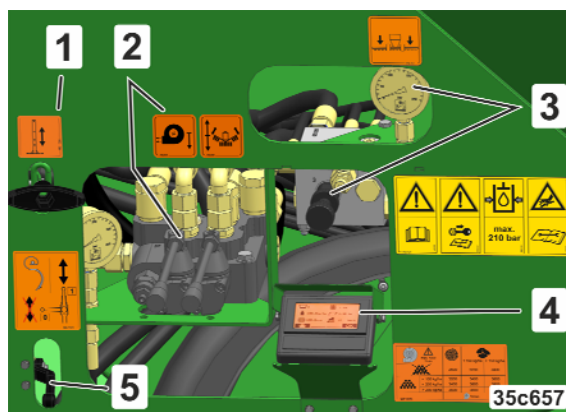

Bild 38
- Uppställningsstödet kabel (Bild 38/1)
- Fordonshydraulsystemets manöverelement (Bild 38/2)
- Manöverelement för inställning av armarnas tryck (Bild 38/3)
- I kombination med ISOBUS TwinTerminal (Bild 38/4)
- Manöverelement till fällningen av spåruppluckaren (Bild 38/5)